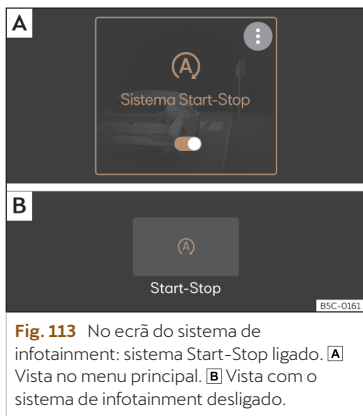

Fig. 113 No ecrã do sistema de infotainment: sistema Start-Stop ligado. [A] Vista no menu principal. [B] Vista com o sistema de infotainment desligado.
Quando o símbolo (A) aparecer em cor de laranja >>> **Fig. 113** o sistema está ativado e fará a paragem e o arranque. Quando o símbolo (A) aparecer em branco o sistema está desligado.